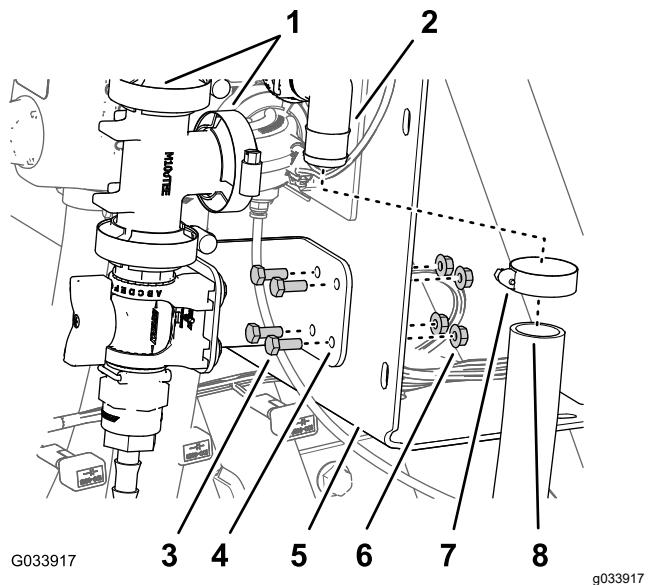

図 18
2. ガスケットとフランジクランプで、T字フィッティングと 90° フィッティングを仮止めする図 18。
4. 制御バルブとT字フィッティング 図 13とT字フィッティングをセンスチューブ用コネクタ付き 90° フィッティングに固定しているフランジクランプを、手締めする図 15と図 18。
1. T字フィッティングのフランジを、センスチューブ用コネクタ付き 90° フィッティングのフランジに合わせる図 18。